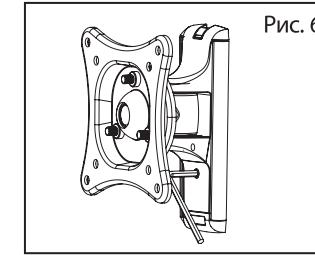

Рис. 6
- 2 Используя шестигранный ключ S4 (F), затяните винт, расположенный в нижней части кронштейна (рис. 6)